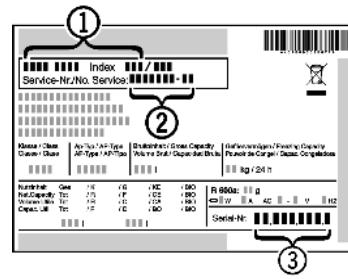

Fig. 9
- ▶ Наименование устройства Fig. 9 (1), сервисный № Fig. 9 (2) и серийный № Fig. 9 (3) считайте с заводской таблички. Заводская табличка находится внутри устройства слева.
▶ Обратитесь в сервисную службу и сообщите вид неисправности, наименование устройства Fig. 9 (1), сервисный № Fig. 9 (2) и серийный № Fig. 9 (3).